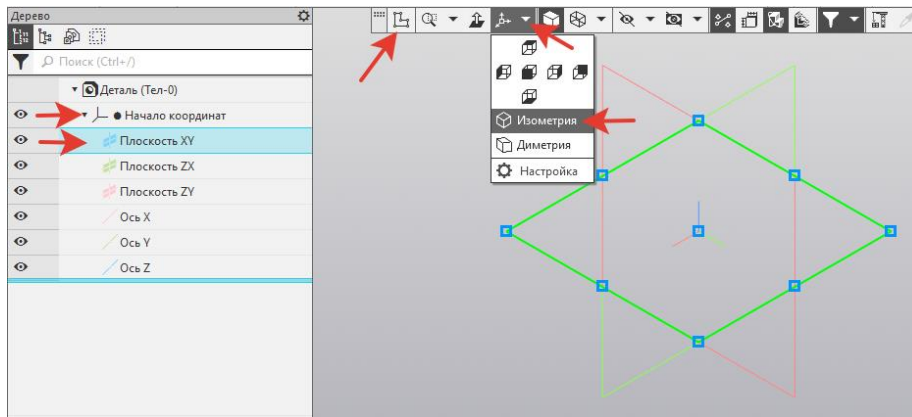

Рисунок 3.
2. На панели (слева) *Дерево документа* - открыть расширение *Начало координат* - плоскость XY. На *Панели быстрого доступа* открыть расширение  *Ориентация* - поменять на *Изометрия*. Перейти в режим  *Эскиз* (рисунок 3).